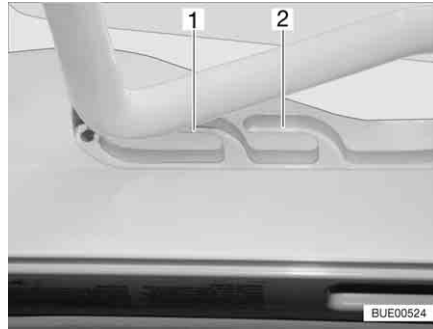
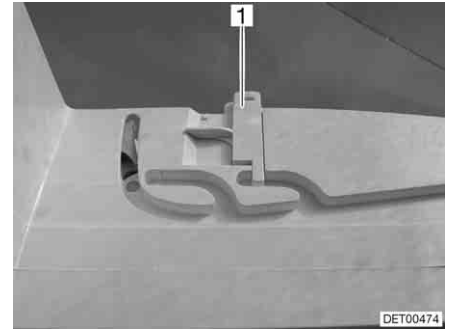

Fig. 42 Oblò Heki in posizione di ricircolo d'aria
Fig. 43 Bloccaggio della posizione di ricircolo d'aria
È possibile portare l'oblò Heki in due posizioni di ricircolo d'aria: Posizione brutto tempo (Fig. 42,1) e posizione centrale (Fig. 42,2). A seconda del modello è possibile bloccare l'oblò nella posizione centrale con il chiavistello (Fig. 43,1).
- Premere la staffa leggermente verso l'alto, spingerla nella guida selezionata (Fig. 42,1 o 2) ed eventualmente bloccarla.